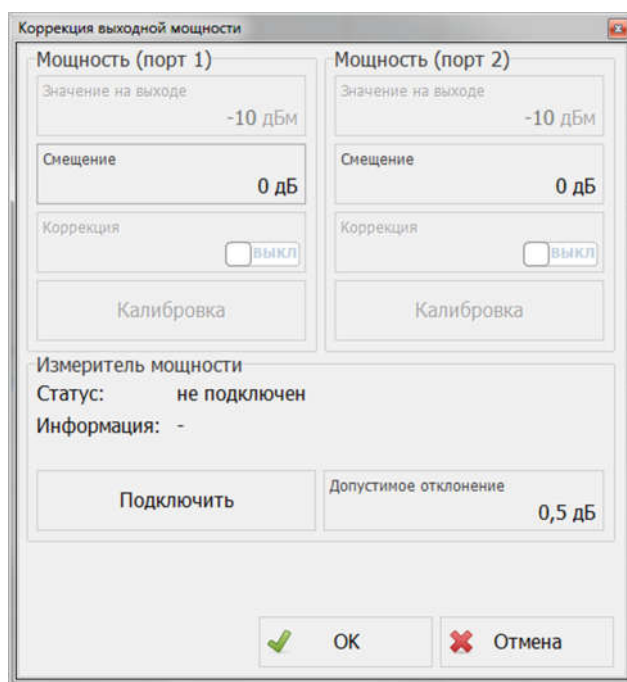

Рисунок 2.166 – Окно «Коррекция выходной мощности»
- Выбрать пункт «Коррекция выходной мощности» подменю «Калибровка мощности» вкладки «Калибровка» главного меню ПО. В появившемся окне нажать кнопку «Подключить» (рисунок 2.166).